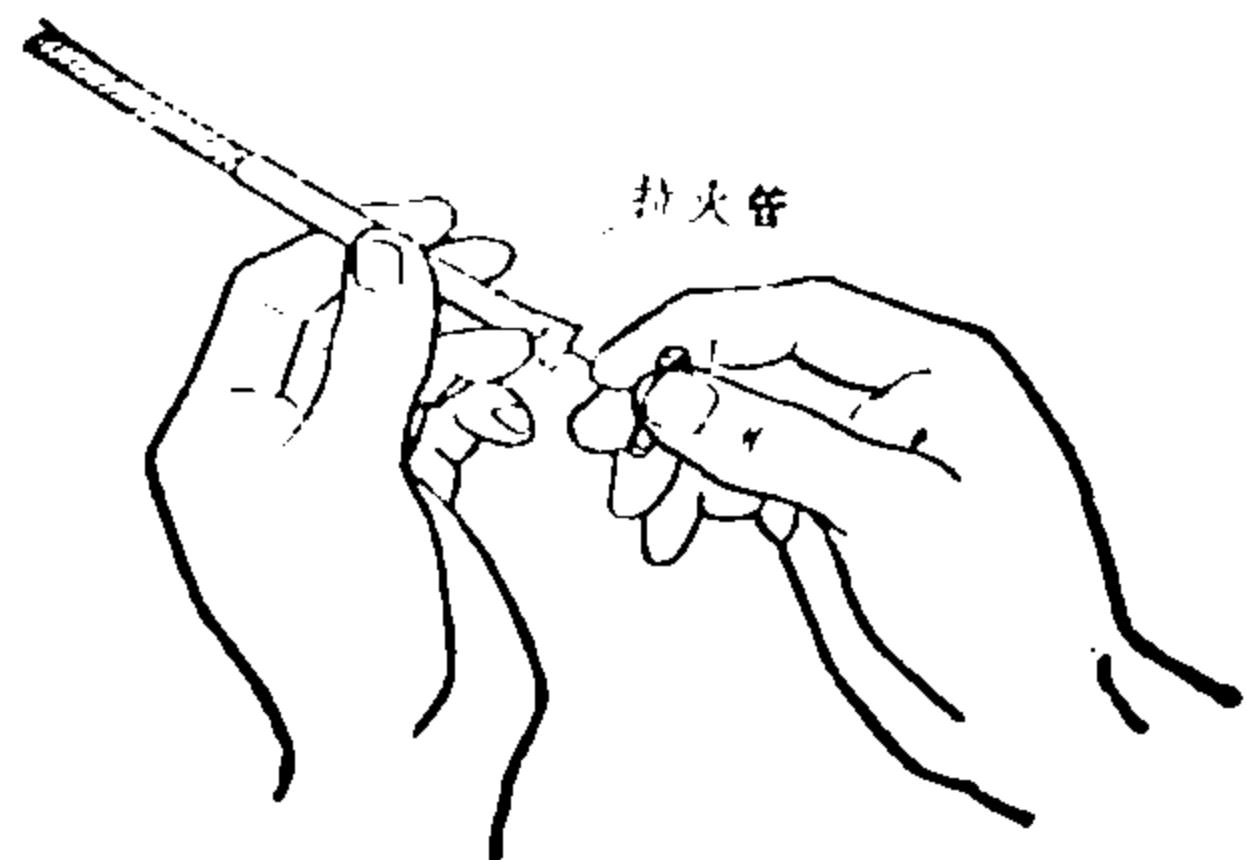

图12 拉火管点火
1. 用拉火管点火时 (图12)，先将点火管上的导火索插入拉火管内 (要插过倒刺，以免脱落)。然后，一手捏紧拉火管体，另一手捏住拉柄向后拉出拉火丝，看见冒烟，即已点燃。